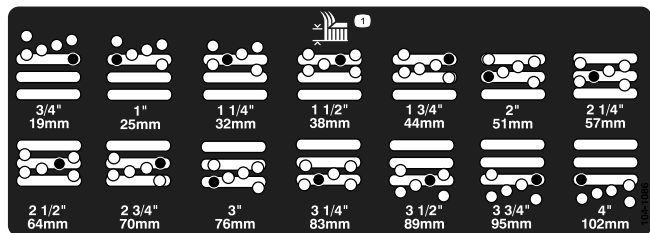

Figura 19
4. Supportate l'alloggiamento e togliete il distanziale (Figura 19).
5. Spostate l'alloggiamento all'altezza di taglio opportuna e montate il distanziale nel foro e nella scanalatura dell'altezza di taglio prescelta (Figura 19).